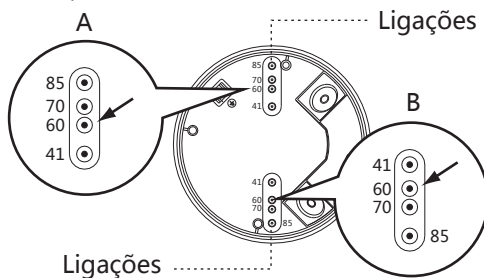

FIG.15-A
- Existem 4 pares de ligações com várias distâncias de 41 mm a 85 mm na tampa inferior da caixa de junção de KDP 3/5 combinada que pode ser selecionada para diferentes aplicações de montagem (Consulte a FIG. 15-A). Selecione duas figuras iguais em ambas as extremidades para a distância correspondente para a fixação (Consulte a FIG. 15-B).